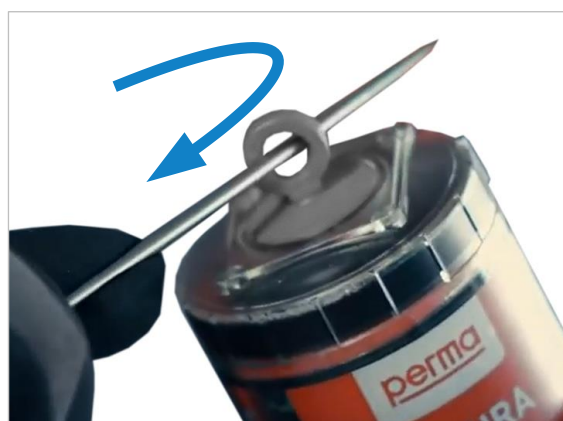

Abbildung 91: Aktivierung mit Ring-Öse
- Wartungstüre (vorne) öffnen und den verbrauchten Schmierstoffgeber (S) herausrauben.
- Verschlusskappe der neuen Patrone entfernen. Schmierstoffabgabe durch Eindrehen der Aktivierungsschraube, mit einem geeigneten Werkzeug, bis zum Abreißen der Ring-Öse aktivieren (siehe ⇒ Abbildung 91 rechts).